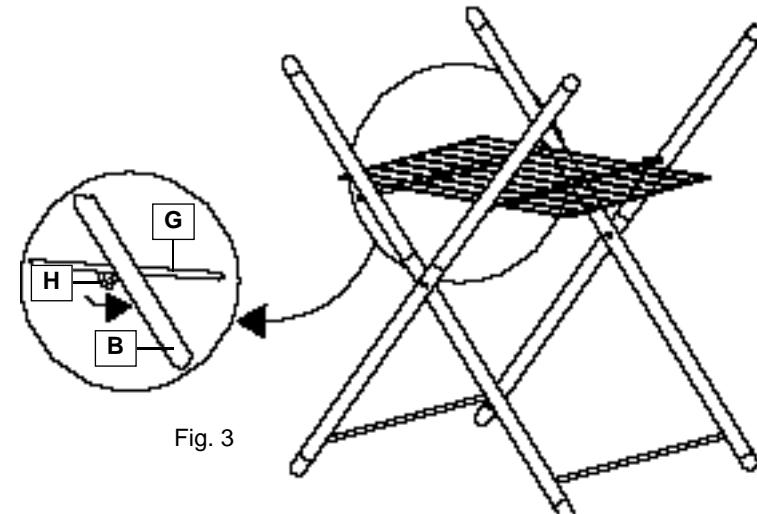

Fig. 3
- O cavalete deve ser bloqueado na posição correcta encaixando os ganchos H da grelha G na travessa de união do braço externo B (ver fig. 3).